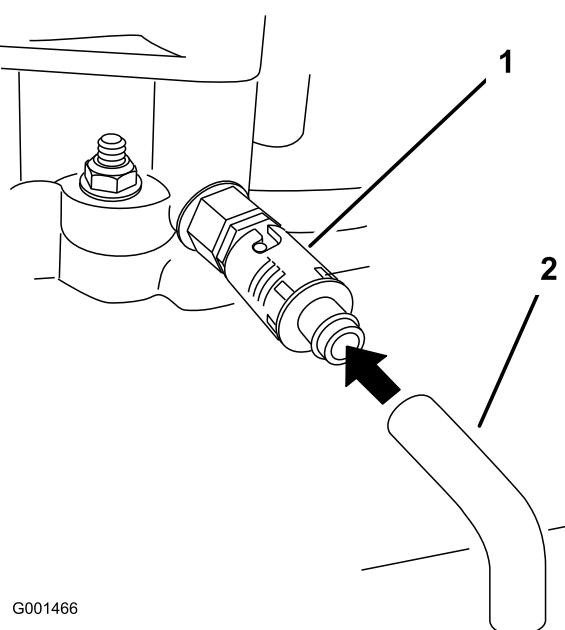

Bild 35
6. Stellen Sie eine Auffangwanne unter den Ablassschlauch. Drehen Sie das Ölabblassventil, damit das Öl herauslaufen kann (Bild 35).
8. Entfernen Sie den Ablassschlauch (Bild 35).